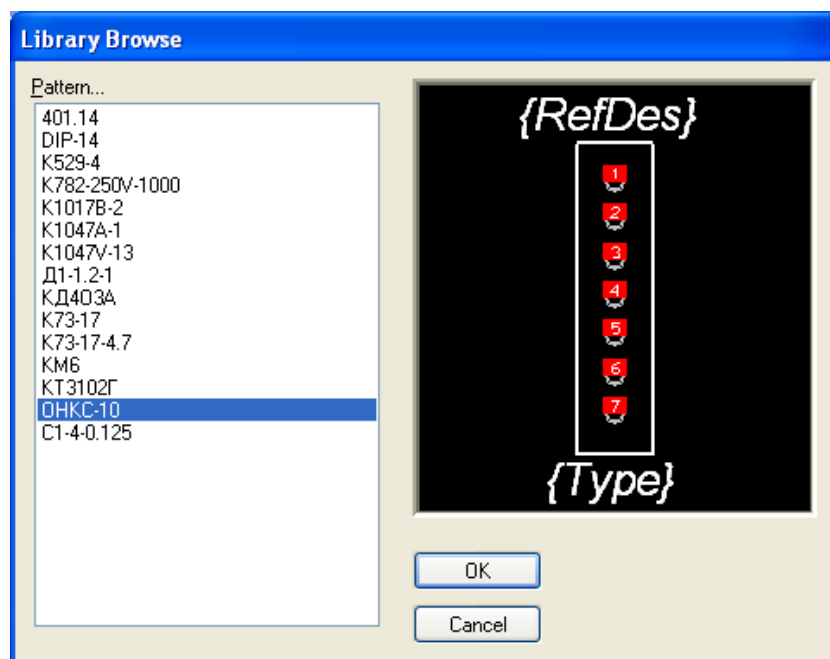

Рисунок 3.43 - Выбор ПМ электрического соединителя **ОН-КС-10**
- В этом окне нажать кнопку **Select Pattern** и в появившемся окне **Library Browse** выбрать посадочное место электрического соединителя **ОН-КС-10**. В списке имеющихся посадочных мест выбрать «**ОН-КС-10**» (рис. 3.43). Нажать кнопку **OK**.